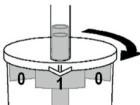

Abb. 3
4. För att ta upp den första polypen vändar du kärlet tills pilen pekar mot siffran "1" (**Fig. 3**).